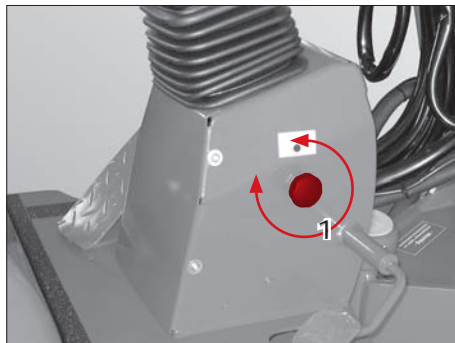

Abb. 22
2. Drehen Sie den Verstellknopf Pos. 1 (Abb. 22) bis zum Anschlag nach links und halten Sie ihn fest.